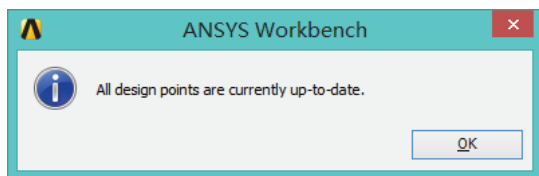

图 4-53 确认更新对话框
5) 单击工具栏中的 Update All Design Points 按钮, 开始更新; 更新完成后, 弹出对话框如图 4-53 所示, 单击 OK 按钮确认。